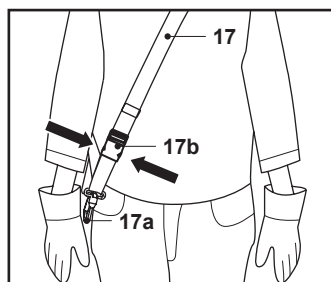

Fig. 9
5. En cas d'urgence, tenir le manche antidérapant (8a) de la perche avant (8) avec la main gauche, et utiliser la main droite pour appuyer sur les deux clips de déblocage rapide (17b). Le produit ainsi que le clip de fixation (17a) seront automatiquement libérés du corps en raison du poids du produit (Fig. 9).